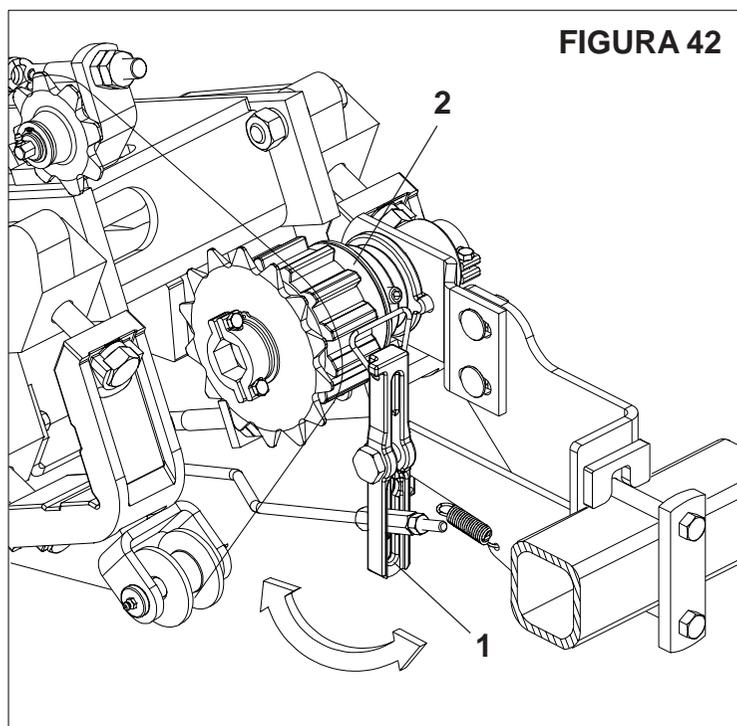

FIGURA 42
### SISTEMA DE ARREIMATE CONVENCIONAL ( FIGURA 42 ) SPA MEGA FLEX 4000 / 4500 / 5000 / 5500
1 - Primeiro escolha o lado da semeadora a ser feito o arremate. Em seguida, acione manualmente a trava (1) da catraca (2), referente ao lado escolhido, **conforme mostra a figura 42.**